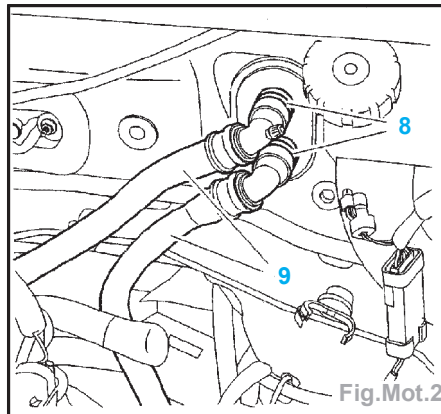
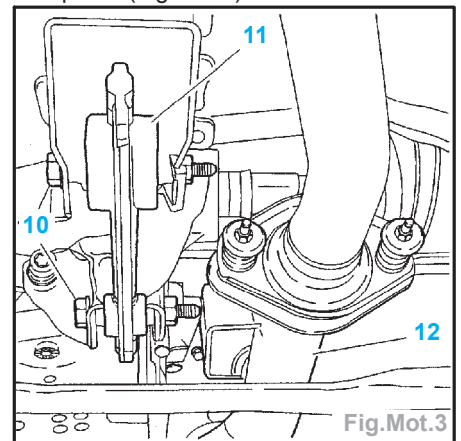

Fig.Mot.2
Fig.Mot.3
- le verrouillage capot (7),
- Déposer les clips d'arrêt (8) (Fig.Mot.2).
- les durits du boîtier de chauffage (9),
- Déposer (Fig.Mot.3) :
- la barre anti-rapprochement (15),
- le catalyseur (16).
- Déposer la biellette anti-couple (11) (Fig.Mot.3).